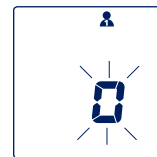

Figure 2
- Une fois que l'appareil a égalisé la pression de l'air (Figure 2), le gonflage automatique démarre automatiquement. Le brassard est gonflé lentement pendant le processus de mesure.